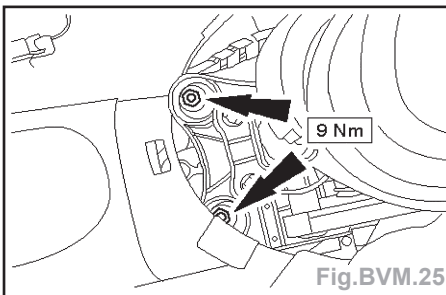

Fig.BVM.25
- Enlever les vis (Fig.BVM.25).